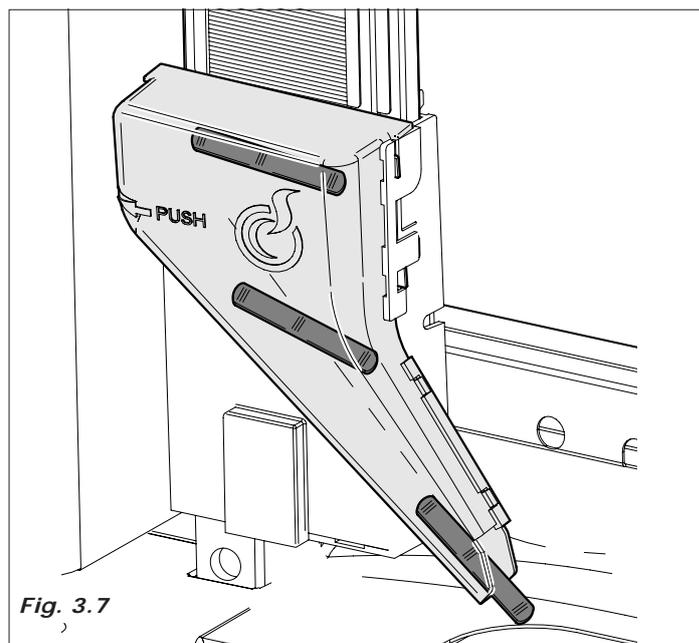

Fig. 3.7
- ativa-se o motoredutor que aciona o dispositivo de desgançamento colherzinha no copinho (Fig.3.7).